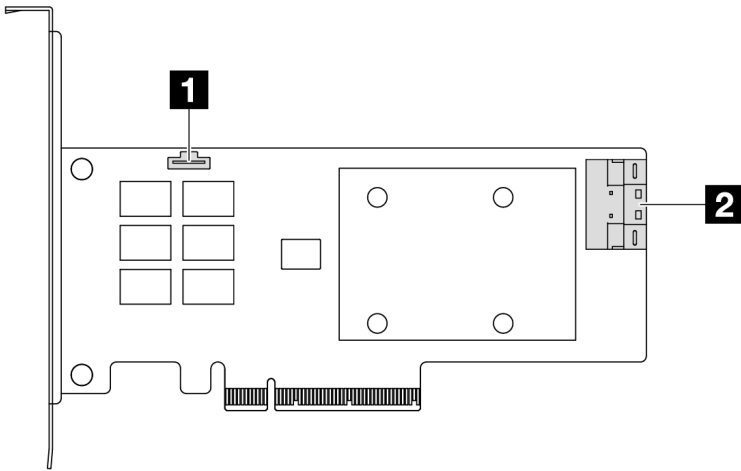

Abbildung 318. Ein Gen 4 8i SFF RAID/HBA-Adapter (ein Anschluss)
- Abbildung 318 „Ein Gen 4 8i SFF RAID-Adapter \(ein Anschluss\)“ auf Seite 365